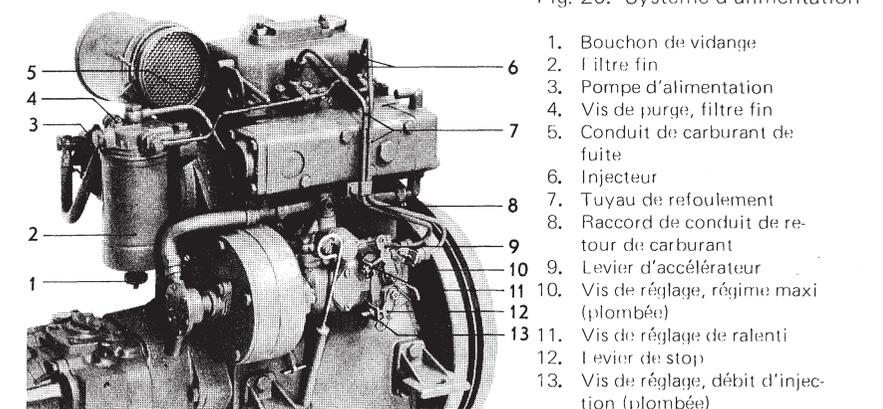

Fig. 20. Système d'alimentation
**L'échange du filtre fin doit se faire toutes les 100 heures de marche** ou au moins une fois par saison. Nettoyez soigneusement l'extérieur du couvercle du filtre (2, figure 20). Dévissez la cuve du filtre en tournant la tête hexagonale au fond de cette
1. Ouvrez la vis de purge du filtre fin, 4 figure 20.